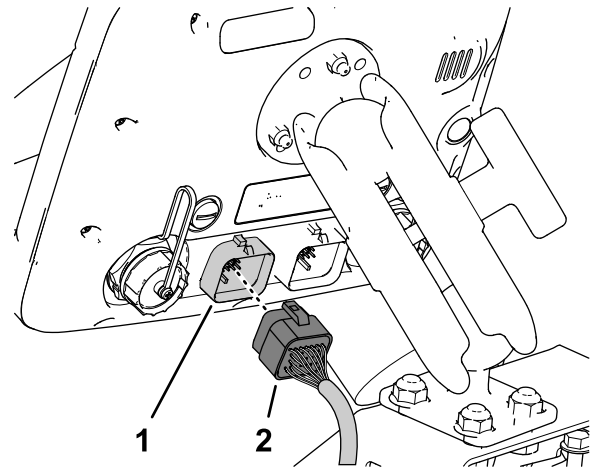

图206
- 将数据线束的 26 插槽接头与打药机控制器的 26 针接头对齐然后将插槽接头压入插针接头直至接头牢固卡紧 图206。